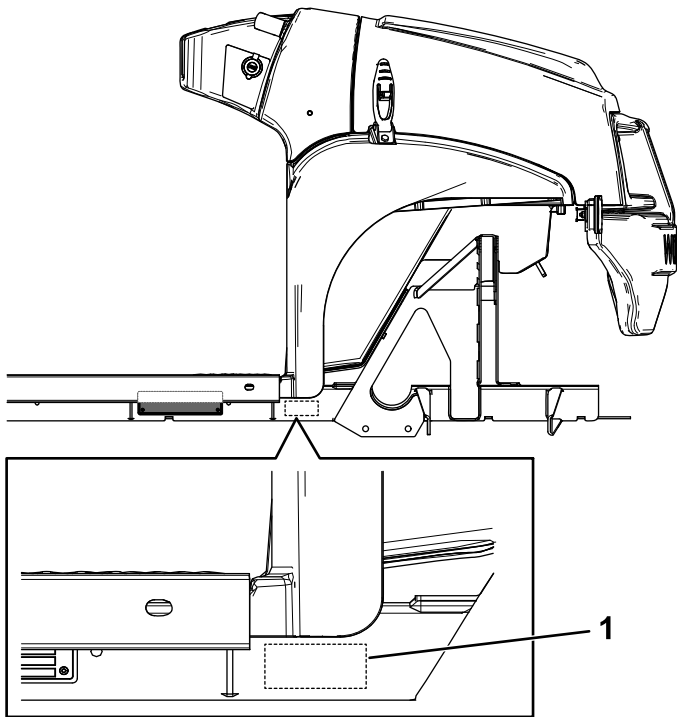

Figura 7
2. Coloque o número de série na máquina no local que se mostra em Figura 7.